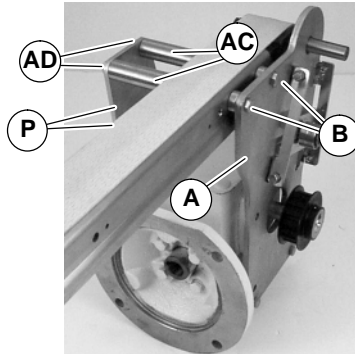

Abbildung 5
HINWEIS: Abgebildeter Bausatz für 102 mm und breiter. Bausätze für 51 mm und 76 mm Breite enthalten zwei Distanzhülsen (AC siehe Abbildung 5) und zwei lange M6-Schrauben (AD).
- 4b. Für 51 mm bis 76 mm breite Förderbänder die Schrauben lösen (aber nicht abnehmen) (P siehe Abbildung 5). Unteninstallationsbaugruppe am Förderband (A) mit Schrauben (B), Abstandsrohren (AC) und Schrauben (AD) befestigen. Die Schrauben (B) (AD) und (P) mit 10,4 Nm festziehen.